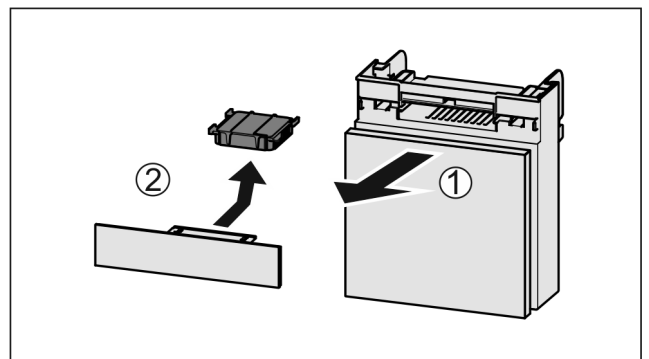

Fig. 177
- ▶ Retire el compartimiento hacia delante Fig. 177 (1).
- ▶ Retire el filtro de carbón activo Fig. 177 (2).